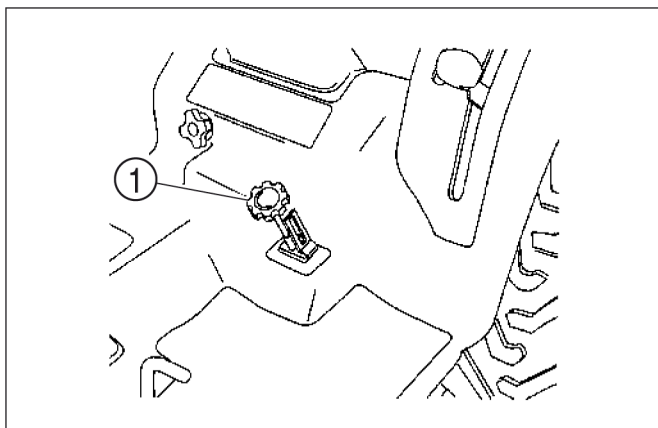

FIG. 27
**Abb. 27:** Der Schnitthöheneinstellknopf (1) stellt die Schnitthöhe für das Zwischenachsmähwerk ein. Ein Drehen des Knopfes im Uhrzeigersinn senkt die Schnitthöhe des Mähdecks, ein Drehen gegen den Uhrzeigersinn erhöht die Schnitthöhe des Mähdecks.